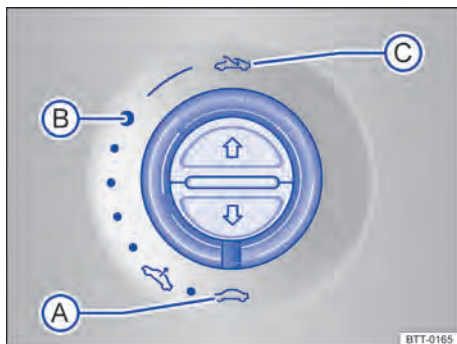

Fig. 38 No revestimento do teto: girar o interruptor para abrir e fechar.
Para abrir o teto de vidro, a alavanca giratória precisa estar na posição ⇒ **Fig. 38 (A)**.
⇒ Fig. 38
- O interruptor \Rightarrow Fig. 38 deve estar girado na posição “Fechado” .